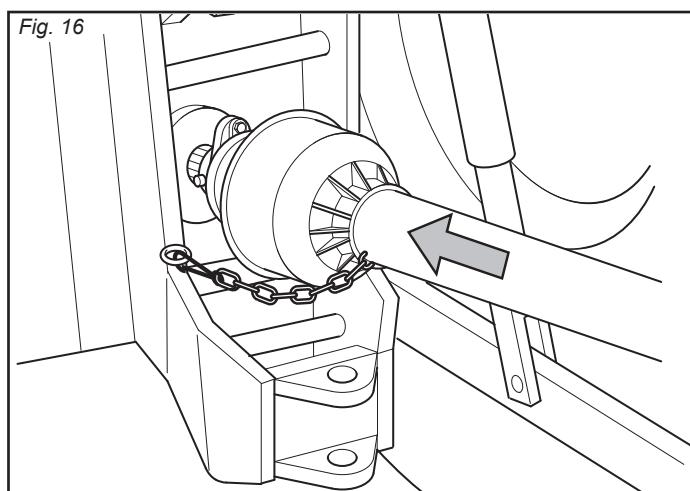

Fig. 16
- 4 - Innestare l'albero cardanico e assicurarsi che sia perfettamente bloccato sulla presa di forza. Verificare che la protezione ruote liberamente e fissarla con l'apposita catenella (Fig. 16).